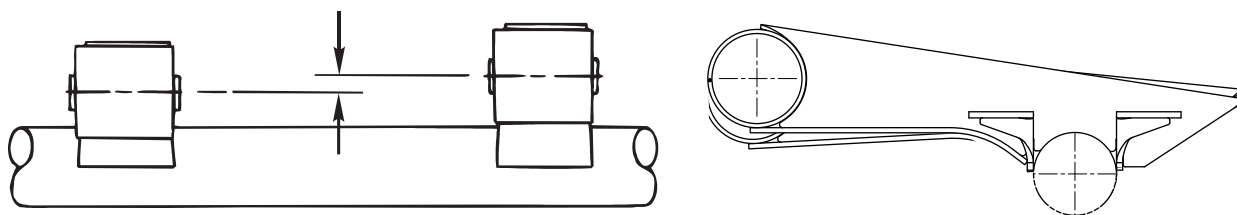

Figura 14: Vigas verticalmente fuera de paralelismo
6. **Revise** el paralelismo de la viga (Figura 14). Ajuste según sea necesario.
NOTA: Las vigas deben quedar paralelas verticalmente una con otra para evitar un remolque inclinado (Figura 14). Revise para asegurarse de que las conexiones pivote de las vigas de la suspensión o las perchas continúen descansando en la superficie nivelada durante todo el proceso.